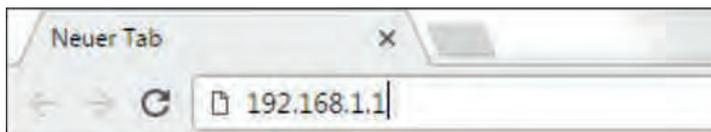
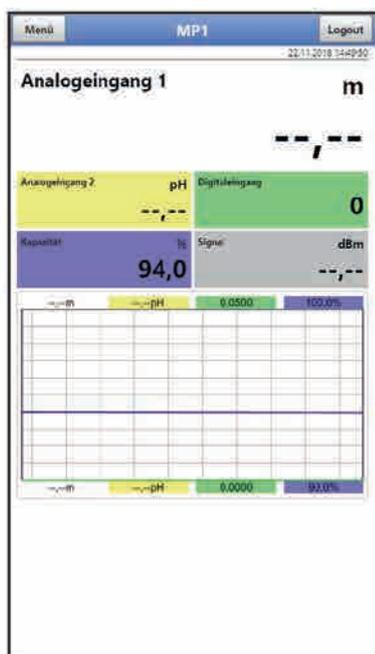

Abb. 30-23 Adressfeld
Abb. 30-24 Anzeige NFM-Display im Browser
- In das Adressfeld (Abb. 30-23) die IP-Adresse „192.168.1.1“ eintragen und öffnen. Nach erfolgreicher Verbindung erscheint das Display des NivuLevel Mobile (Abb. 30-24).